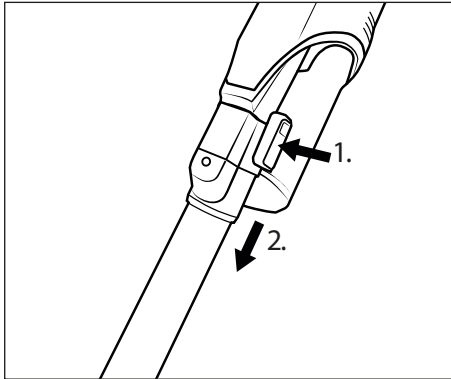

Fig. 11
- ◆ Pour retirer le tube d'aspiration 24 de l'appareil, maintenez la touche de déverrouillage du tube d'aspiration 25 enfoncée et retirez le tube d'aspiration 24 de l'orifice d'aspiration de l'appareil (voir figure 11).